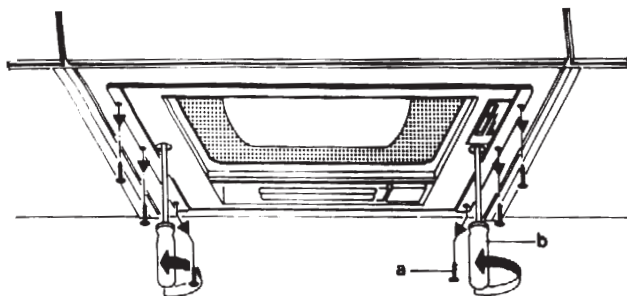

Fig. 9
- Allentare le viti delle due molle. **Fig. 9.**